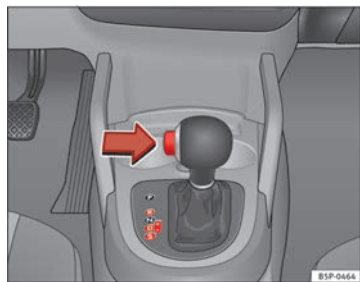

Fig. 149 Conduite
- Appuyez sur le bouton du pommeau (situé sur la partie gauche de celui-ci) ⇒ fig. 149.